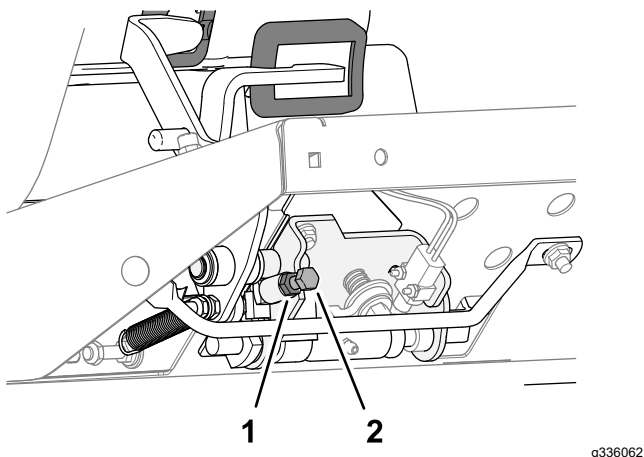

Figure 85
- Pour réduire la vitesse de tonte, tournez la vis de butée (Figure 85) dans le sens horaire.